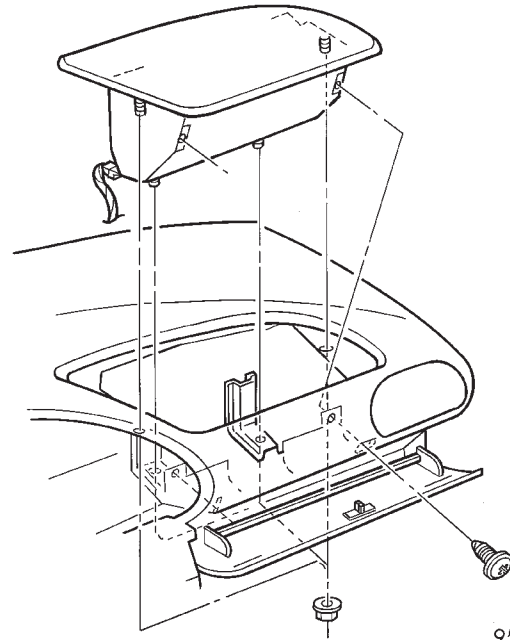

Abb. 8 Beifahrerseitige Airbag-Einheit austauschen
(2) Handschuhfachklappe öffnen und ganz nach unten ablassen, so daß die Befestigungsschrauben im Innern des Handschuhfachs zugänglich sind (Abb. 8). Der Ausbau des Handschuhfachs ist nicht erforderlich.
(3) Steckverbinder von der beifahrerseitigen Airbag-Einheit abziehen.
(4) Die vier Muttern und die beiden Schrauben lösen, mit denen die Airbag-Einheit an der Instrumententafel befestigt ist.
(5) Airbag-Einheit nach oben von der Instrumententafel abnehmen.